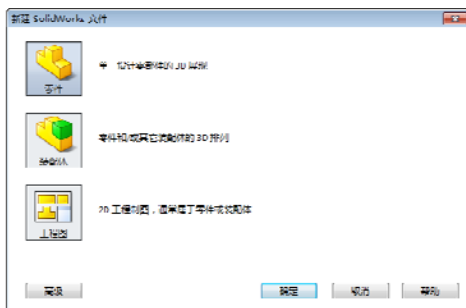

图 12-22 【新建 SolidWorks 文件】对话框
- 01 启动 SolidWorks 2014，单击【标准】工具栏中的  【新建】按钮，系统弹出【新建 SolidWorks 文件】对话框，如图 12-22 所示。